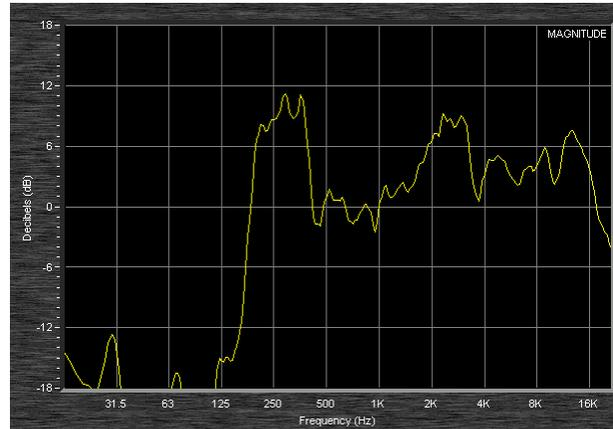

Figura 11: Un ejemplo de una medición de la función de transferencia de un altavoz pequeño.
Si el analizador está funcionando en el modo de función de transferencia, debería poder ver ahora la respuesta de frecuencia del altavoz (energía contra frecuencia) en la ventana, similar al ejemplo de la Figura 11. Puede encontrar que el trazado es irregular en la pantalla. Se puede estabilizar la función de transferencia incrementando el número de promedios usando el mando **Avg (R)** **16** Avg. Ajuste el número a 16 o más para ver un comportamiento mejorado.